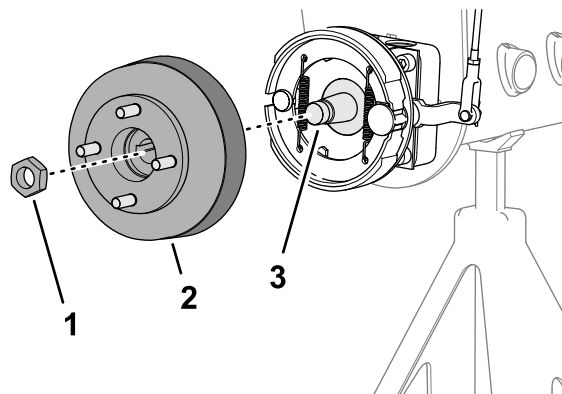
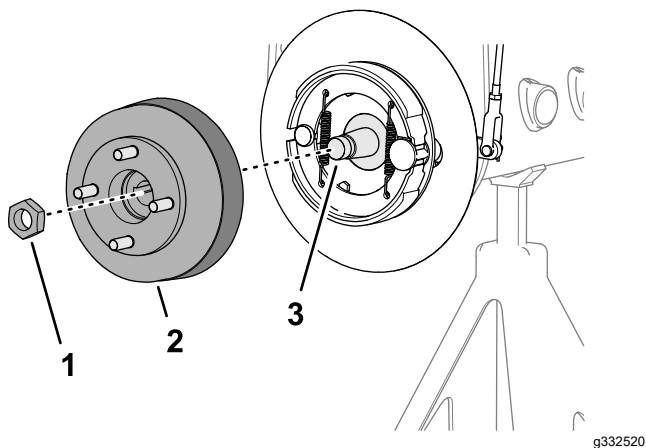

Figure 72
Figure 73
3. Montez le moyeu de roue et le tambour de frein sur l'arbre du moteur de roue (Figure 72 ou Figure 73).
4. Fixez le moyeu de roue sur l'arbre avec le contre-écrou (Figure 72 ou Figure 73), et serrez à la main.